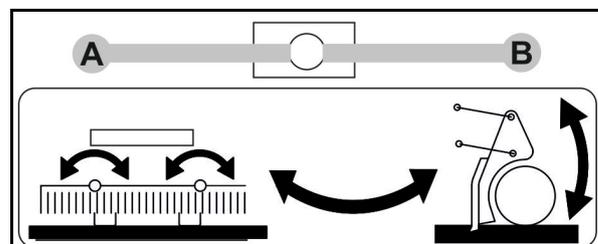

Fig. 27
1. Kugelhahn (Fig. 27/1) in Position B bringen.